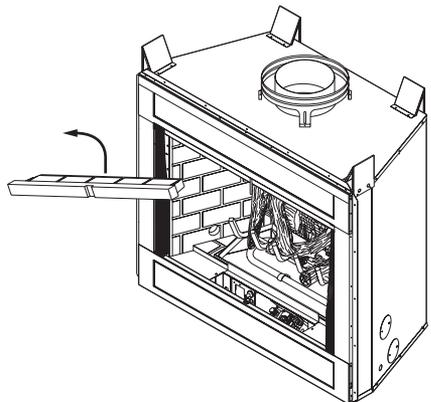

Figure 13 - Retrait du panneau d'accès réfractaire avant
1. Retirez le panneau d'accès en brique réfractaire avant en le soulevant et en le faisant sortir à un angle par l'ouverture de la chambre de combustion (voir figure 13).
1. Retirez le panneau d'accès en brique réfractaire avant en le soulevant et en le faisant sortir à un angle par l'ouverture de la chambre de combustion (voir figure 13, page 12) afin de révéler les commandes.